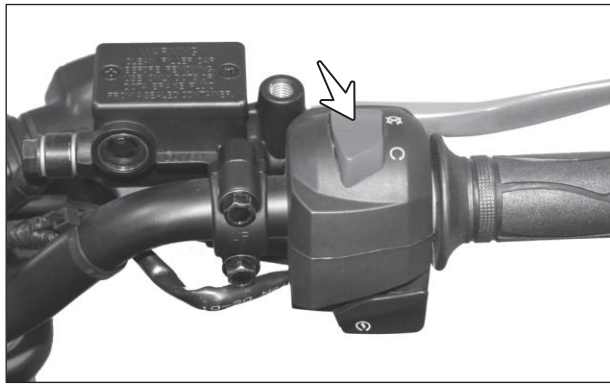

Fig. 5.11
- El interruptor de apagado del motor está ubicado en el comando del interruptor de encendido del lado derecho. (Fig. 5.11)